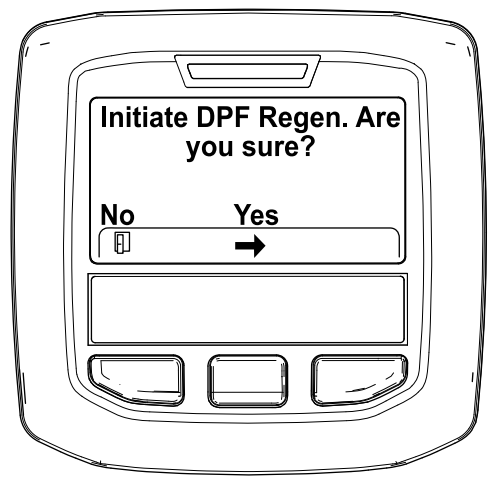

Figura 31
- Cuando aparezca el mensaje "Iniciar regeneración del FPD. Are you sure?" (¿Desea iniciar el proceso de restauración del FPD?), presione el botón central (Figura 31).